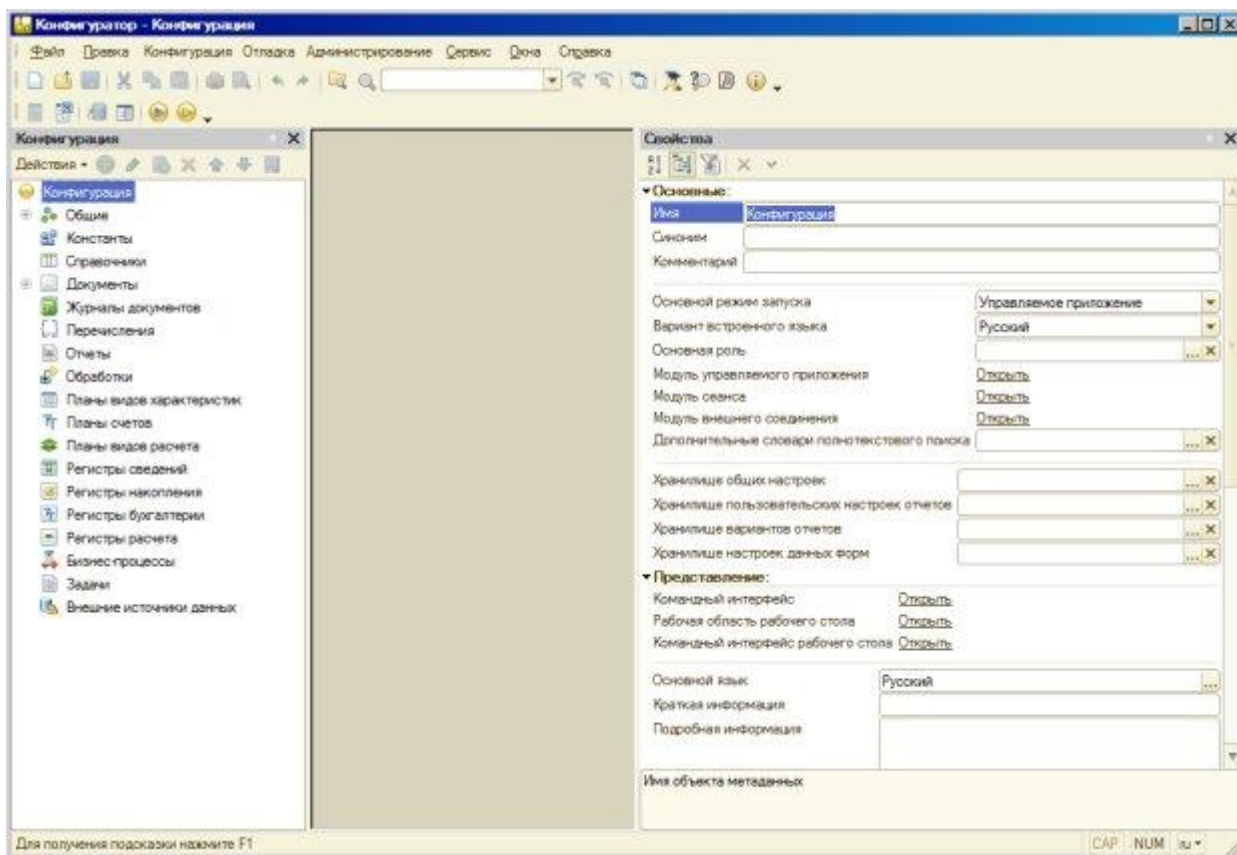

Рисунок 1.8- Свойства новой информационной базы
2.3 После того, как база будет создана, откроем ее в **Конфигураторе** и, для того, чтобы открыть дерево конфигурации, выполним команду **Конфигурация > Открыть конфигурацию**. Вызовем контекстное меню корневого элемента Конфигурация, выберем в нем пункт **Свойства**, Рисунок 1.8.